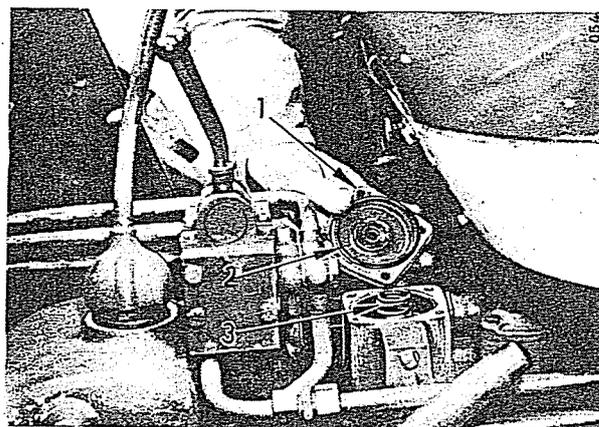

Fig. 57
- Enlevez les quatre vis de fixation du couvercle du boîtier de filtre tout en retenant en même temps la pression du ressort intérieur (3, Fig. 57).
Après nettoyage, remettez les disques filtrants en place sur le support central et fixez-les à l'aide de la vis moletée. Placez le filtre entier et son ressort (3, Fig. 57) dans le boîtier et resserrez les vis du couvercle après avoir vérifié le bon état du joint torique (2, Fig. 57).